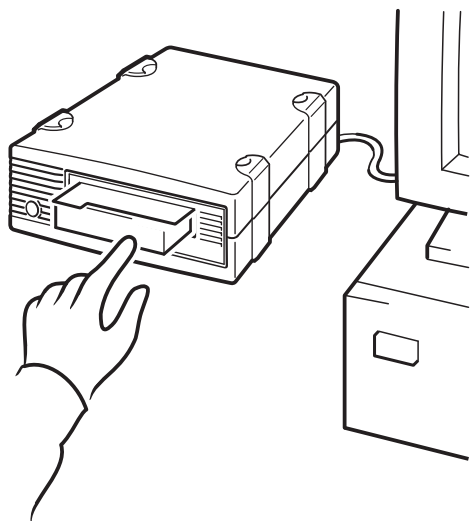

図 10a: HP OBDR の使用方法、
- 1 テープ・ドライブに最新のブート可能カートリッジを挿入します (図 10a を参照)。カートリッジには、CD-ROM フォーマットでテープにデータを書込むバックアップ・アプリケーションを使用する必要があります。